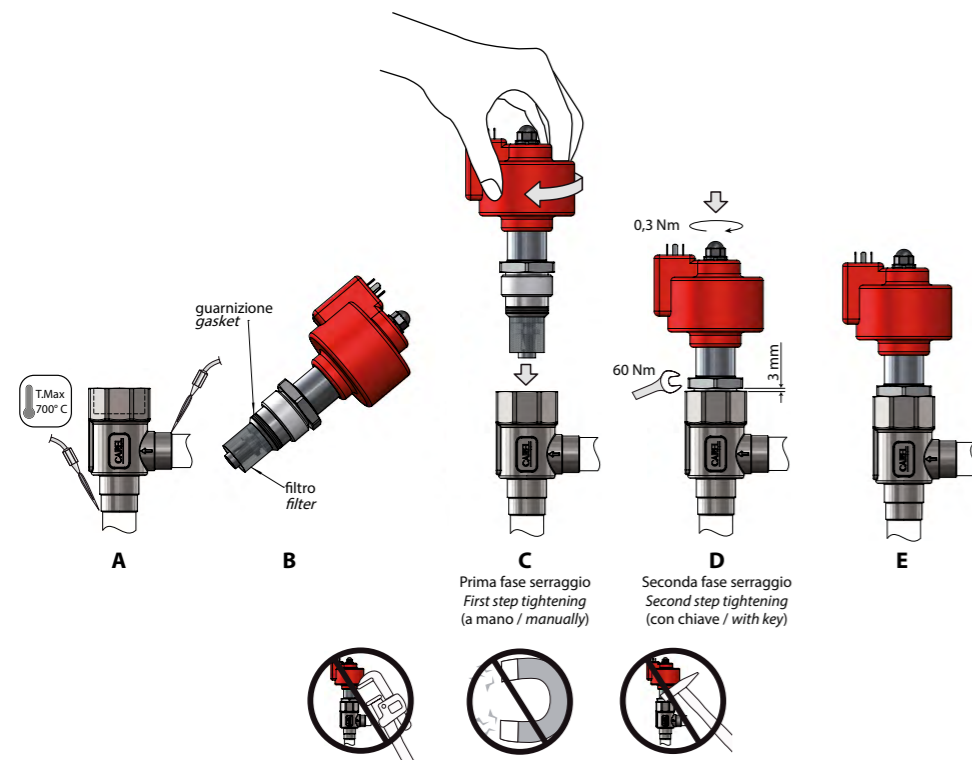

Fig. 2
Seguire la successione indicata in Fig.2 procedendo in questo modo:
4. Verificare che l'O-ring della cartuccia sia presente e posizionato in sede (Fig. 2-B).
5. Verificare che il filtro in rete metallica in dotazione sia inserito sulla cartuccia (Fig. 2-B). In caso contrario, posizionarlo come in figura e portarlo in battuta.
6. Prima fase serraggio (a mano). Avvitare la cartuccia nell'apposito alloggiamento filettato del corpo valvola; eseguire l'operazione manualmente fino a 3 mm dalla completa battuta (Fig. 2.c.). **Attenzione!** Fino a questa altezza, il montaggio manuale deve risultare agevole; in caso contrario, l'otturatore potrebbe non essere inserito correttamente nell'orifizio.
7. Seconda fase serraggio (con chiave). Serrare la cartuccia sul corpo della valvola con una coppia di serraggio suggerita di 60 Nm utilizzando una chiave a forchetta 32 (Fig. 2.d). **Attenzione!** Nel caso in cui l'otturatore non sia inserito correttamente nell'orifizio, il serraggio finale potrebbe danneggiare la cartuccia.
Follow the steps shown in Fig. 2, proceeding as follows:
4. Make sure that the cartridge O-ring is present and in position (Fig. 2-B).
5. Make sure that the metal mesh filter supplied is inserted on the cartridge (Fig. 2-B). Otherwise, position it as shown in the figure, making sure it is fully inserted.
6. First step tightening (by hand). Screw the cartridge in the threaded valve body; do this operation manually up to 3 mm from the assembly (Fig. 2.c.). **Attention!** To this height, the manual installation should be easy; otherwise, the shutter may not be properly inserted in the orifice.
7. Second step tightening (with key). Tighten the cartridge on the valve body with a torque of 60 Nm suggested using a wrench 32 (Fig. 2.d). **Attention!** In the case of the shutter is not properly inserted in the orifice, the final tightening may damage the cartridge.